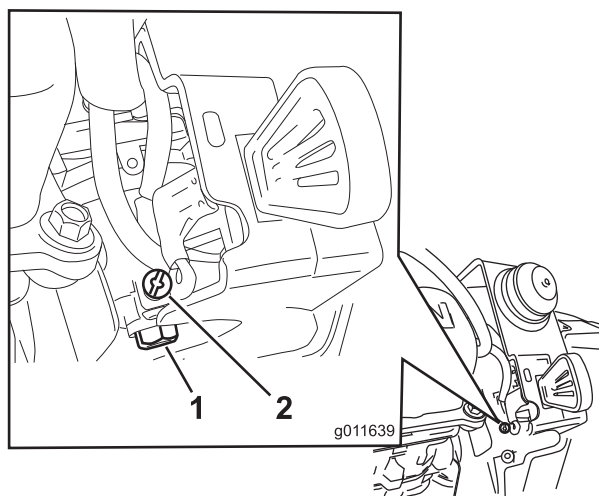

Figura 31
- A. Svitare, senza rimuoverla, la vite piccola sul lato della vaschetta del carburatore (Figura 31) fino a quando il carburante non inizia a uscire dal carburatore. Fate defluire il carburante in un contenitore approvato per carburanti.